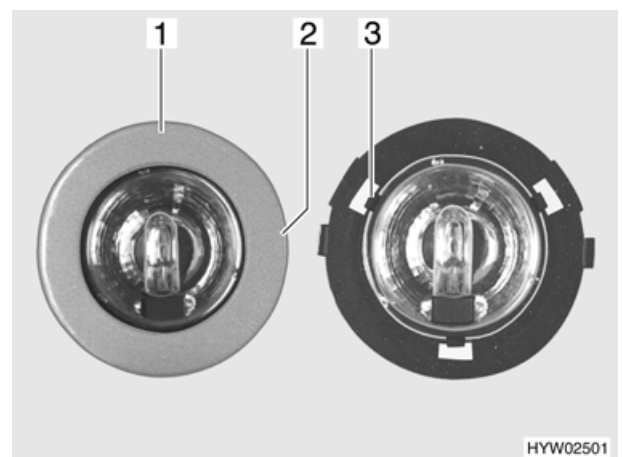

Bild 101 Toilettenraumleuchte (B 584)
- Langsam die Blende (Bild 101,1) drehen, bis die Nase (Bild 101,2) des Gehäuses in der darunter liegenden Blendennut einrastet.
- 3 Klammern (Bild 101,3) halten die Glasscheibe der Halogenleuchte im Gehäuse. Eine der 3 Klammern zur Seite drücken.